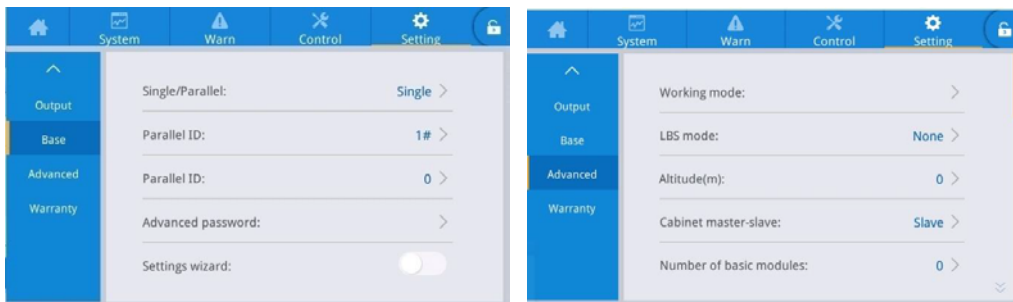

Рис. 4-8. Интерфейс настройки параллельных параметров
3. Установите количество ИБП в параллельной системе в [количестве системных стоек] настроек основных параметров интерфейса настроек, как показано на Рис. 4-8.
4. Установите один ИБП параллельной системы как главный, а другие ИБП как подчиненные в [настройке главный-подчиненный стойки] (rack master-slave setup) расширенных настроек параметров в интерфейсе настроек. Параметр главный-подчиненный относится к порядку коммуникации главный-подчиненный стойки, то есть один ИБП является хостом для коммуникации мониторинга, а другие ИБП являются подчиненными для коммуникации мониторинга. Параметры других ИБП могут быть настроены на коммуникационном хосте, и подчиненные автоматически синхронизируют параметры главного (для независимого блока батарей параметры батареи не будут синхронизированы), как показано на Рис. 4-8.